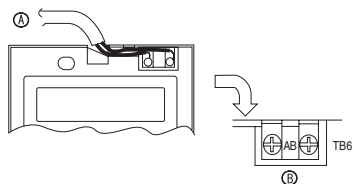

Fig. 6-4
2) Операции соединения (Fig. 6-4)
① Подсоедините шнур пульта дистанционного управления к блоку терминалов.